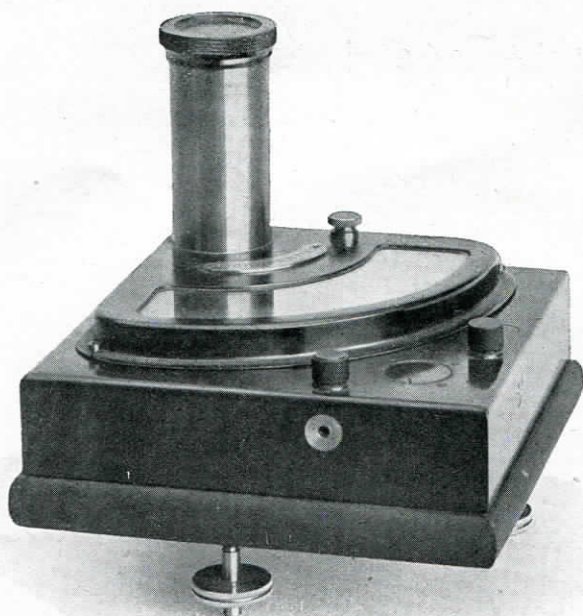

FIG. 62.
**Pyromètre à Suspension et à lecture directe** gradué en millivolts et en degrés de température (*Fig. 62*). Résistance environ 20 ohms par millivolt ..... 250. »
| Galvanomètre à suspension gradué pour l'un des appareils ci-dessus (figure 62) . | 250. » |